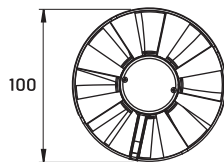

Fig. 3
- Viften tilkoples spenning iht. koplings skjema, Fig. 3.